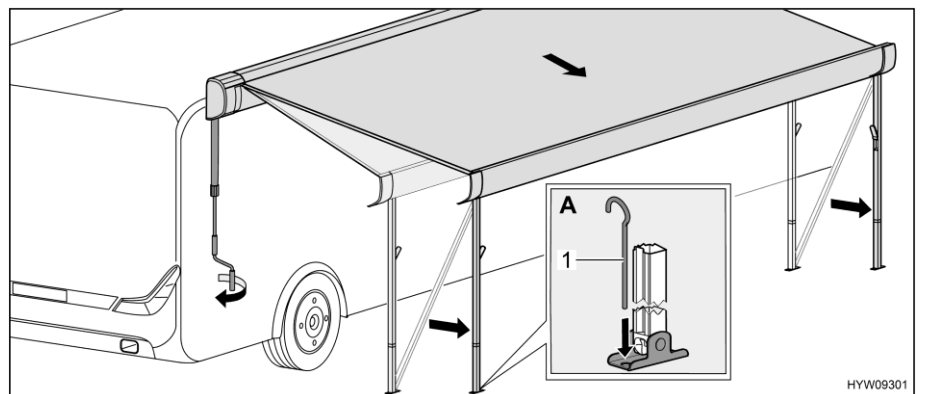

Bild 32 Markise in Endstellung bringen
- Stützfüße mit Heringen (Bild 32,1) am Boden befestigen (Bild 32,A).